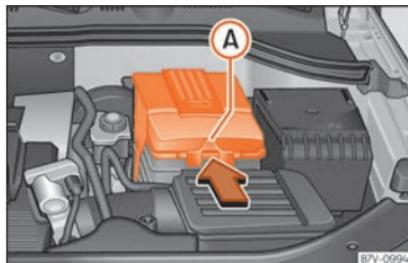

Fig. 298 No compartimento do motor: retire a tampa da bateria do veículo.
- No caso de uma tampa: pressione a lingueta »» » Fig. 298 (A) no sentido indicado pela seta e retire a cobertura para cima.